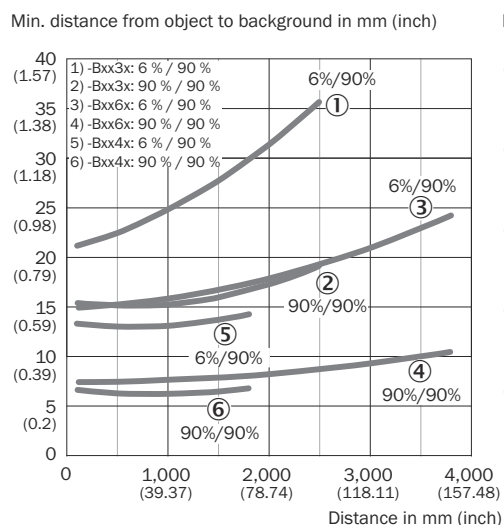

図 5: 曲線 1
使用条件の点検: 検出距離、対象物または背景までの距離、ならびに対象物の反射率を対応する図 [図 5] と照らし合わせてください (x = 検出距離、y = 対象物と背景間の最小距離 [mm] (対象物反射率 / 背景反射率) (反射率: 6% = 黒色、90% = 白色 (DIN 5033 に準拠した標準白色))。
背景抑制のための最低必要距離 (= y) は、図 [図 5 ① を参照] から以下のように読み取ることができます: